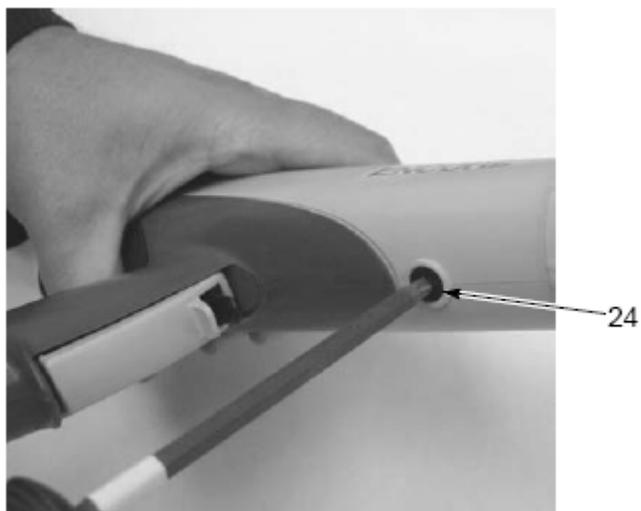

图 5-5 旋下枪身螺钉
5. 如图 5-5 所示。旋下枪身上 M5 x 10 尼龙螺钉 (24)。
20. 如图 5-5 所示。将 M5 x 10 平头尼龙螺钉旋入枪身内，固定住枪把。